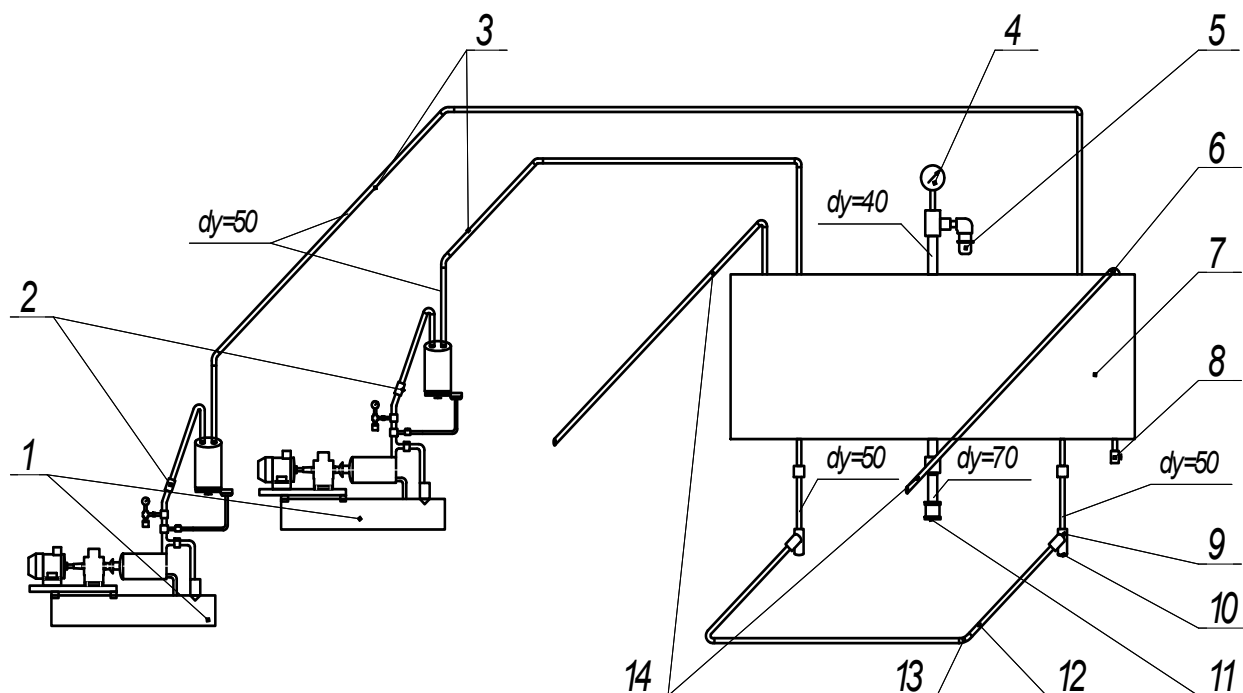

Рисунок 3 – Принципиальная схема вакуумной системы:
Она состоит (рисунок 3) из двух насосных станций 1, общего ресивера 7, вакуум-регулятора 5, вакуум-провода 12, 14, расположенного вдоль траншеи по две на каждую секцию: верхняя линия для доильных аппаратов, а нижняя для пневмоцилиндров. Вакуум-провода 12, 14 монтируются из оцинкованных труб с уклоном в сторону ресивера. В самых низких точках вакуумпровода по обе стороны траншеи на вакуум-проводе в тройниках 9 устанавливаются клапаны спуска конденсата 10.
**Ресивер 7** (рисунок 3) объемом  $0,1 \text{ м}^3$  предназначен для сглаживания пульсаций вакуума, создаваемого насосами, а также для предотвращения попадания жидкости и посторонних предметов в вакуумные насосы.